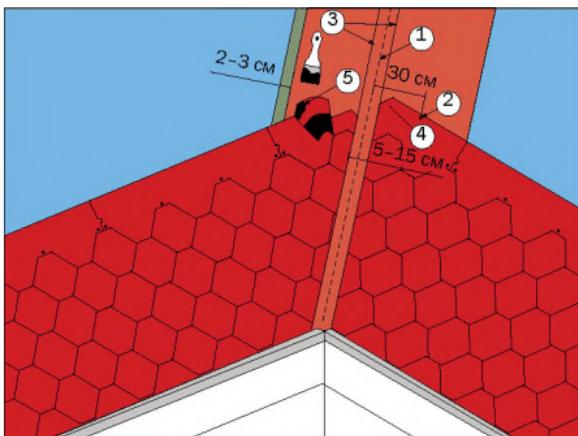

Рис. 18
Рядовая черепица укладывается поверх ендового ковра и монтируется в хаотичном порядке до линии подреза (3) в сторону оси ендовой (1) (рис. 18). Каждая черепица дополнительно фиксируется с помощью кровельных гвоздей в верхней части (2). Не следует прибивать специальные гвозди на расстоянии ближе 30 см от центральной оси ендовой (1). Так собираются две поверхности ската относительно ендовой. После чего при помощи шнурки (отбивки) отбиваются две меловые линии (3). Затем рядовая черепица прорезается по линии 3. При этом необходимо подкладывать специальную дощечку, чтобы не повредить целостность гидроизоляционного ковра. Для отбоя воды в ендовой необходимо подрезать каждую черепицу (4) и промазывать битумной мастикой ТехноНИКОЛЬ с тыльной стороны на величину 10 см в местах отсутствия самоклеющегося слоя (5).
Сначала монтаж рядовой черепицы выполняют на малоуклонном скате с нахлестом на более крутой скат на величину не менее 30 см (рис. 18). Каждая черепица дополнительно фиксируется с помощью кровельных гвоздей в верхней части (2). Не следует прибивать спе-